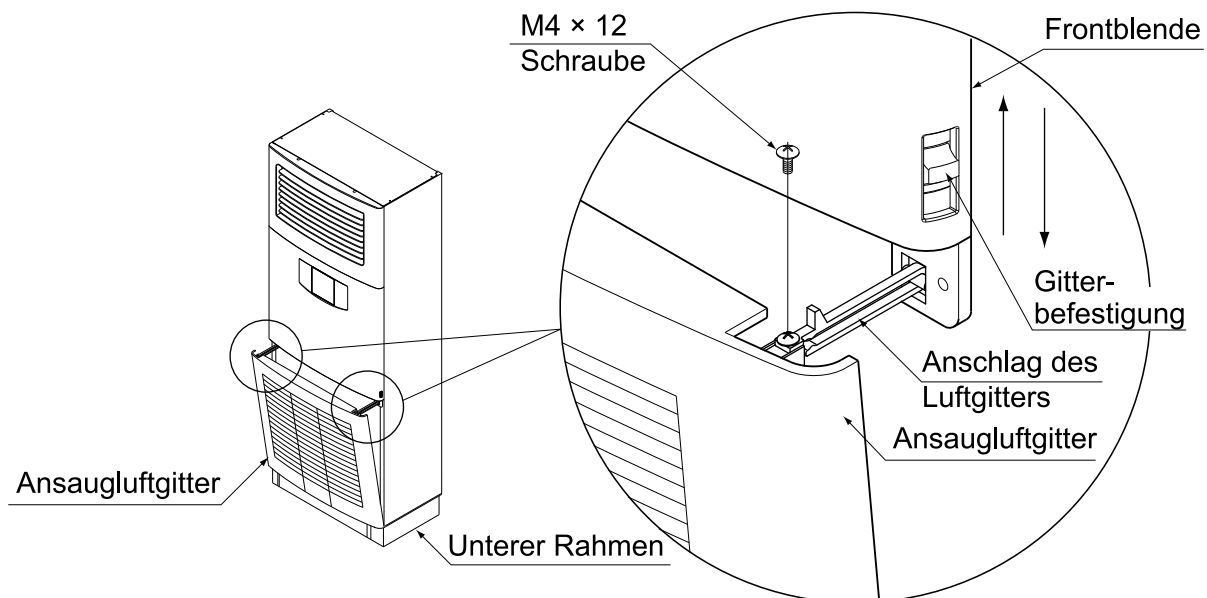

Abb. 41
2. Passen Sie den Gitteranschlag (Frontplatte) in die Nut des Ansaugluftgitters ein und sichern Sie das Gitter mit einer Schraube an seinem ursprünglichen Platz. (Siehe Abb. 41)
3. Überprüfen Sie, ob die Gitterbefestigung nach oben steht, und schließen Sie dann das Ansaugluftgitter. Drücken Sie nach dem Schließen des Gitters die Gitterbefestigung nach unten. (Siehe Abb. 41)